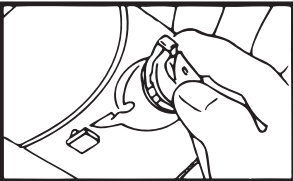

FIGURE 31 • FIGURA 31
- 3) Tournez la clé sur la position OFF (arrêt) afin de mettre en place la goupille de retenue. Vérifier ensuite le bon fonctionnement de l'ensemble (reportez-vous à la figure 31).